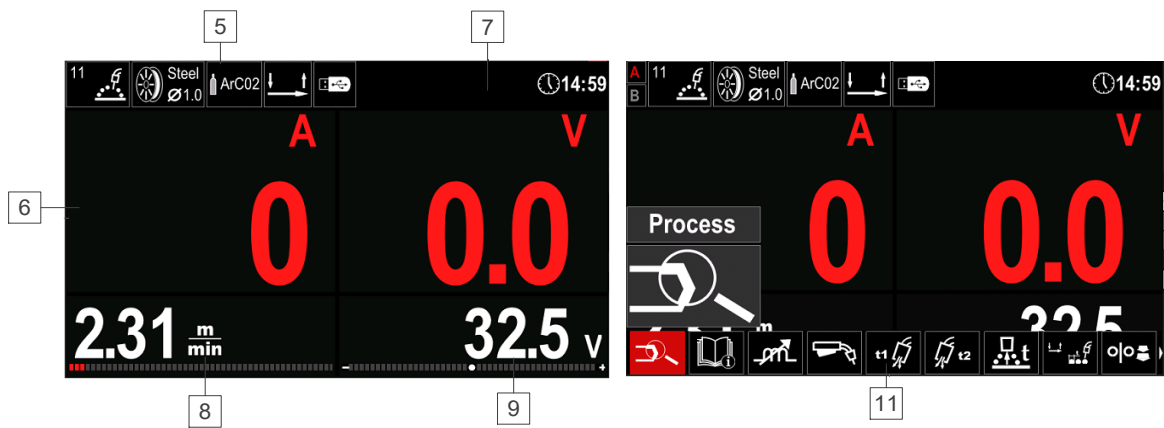
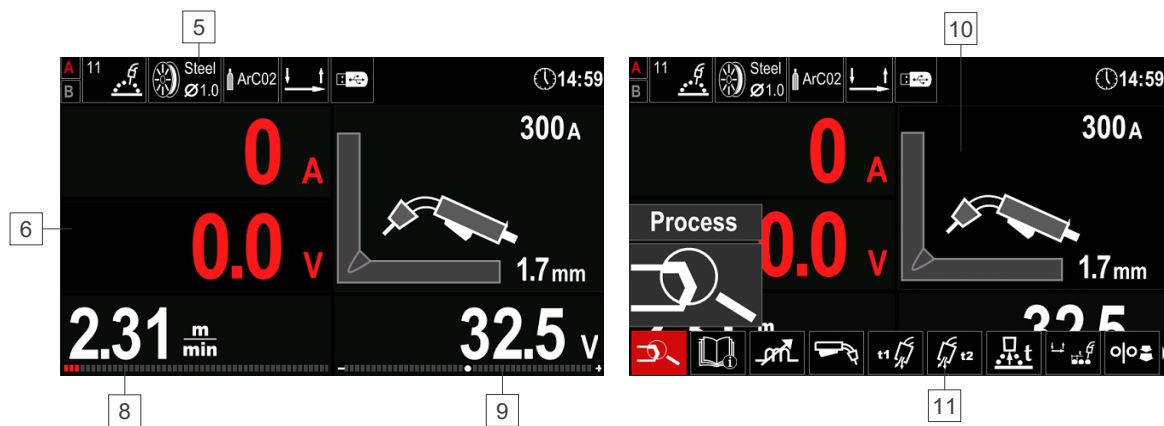

Figura 2 Vista standard
Figura 3 Vista avanzata
- Vista standard (Figura 2)
- Vista avanzata (Figura 3).
- Selezionare una delle viste (Standard – Figura 2 o Advanced – Figura 3).
6. Valore misurato della corrente (Figura 2) e tensione (Figura 3).